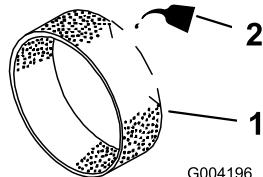

图14
3. 在预滤器上倒入 29.6ml 或 59.1ml 的机油（图14）。